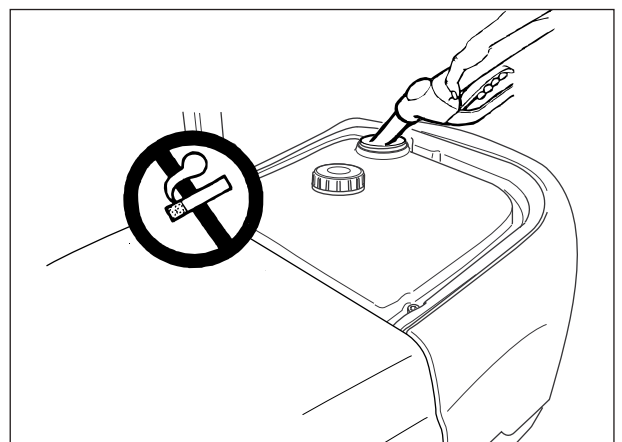

Fig. 85
## Reabastecimiento combustible (1) Fig. 85